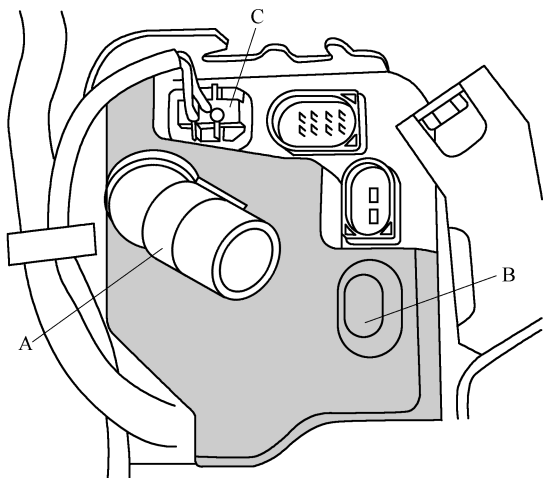

图 7-2-9 从连接管上拆下进气软管
从连接管 A 上拆下, 并将连接管 A 转到一侧, 如图 7-2-9 所示。
1. 拆卸驻车暖风(见图 7-2-9)